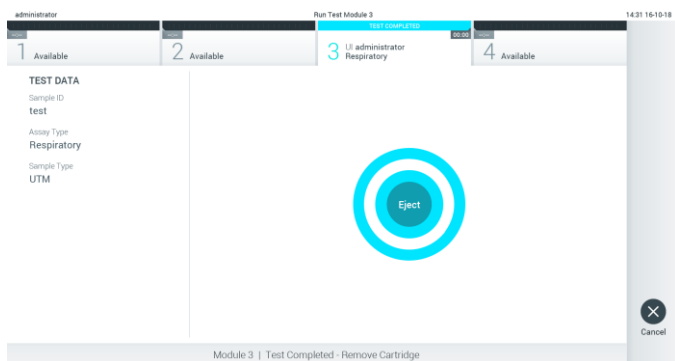

Figura 29. Schermata Eject (Espelli).
10. Al termine del test, verrà visualizzata la schermata Eject (Espelli) (Figura 29). Premere  Eject (Espelli) sul touchscreen per rimuovere la cartuccia d'esame QIAstat-Dx e smaltirla come rifiuto a rischio biologico in conformità alle normative e alle leggi nazionali, regionali e locali in materia di salute e sicurezza.